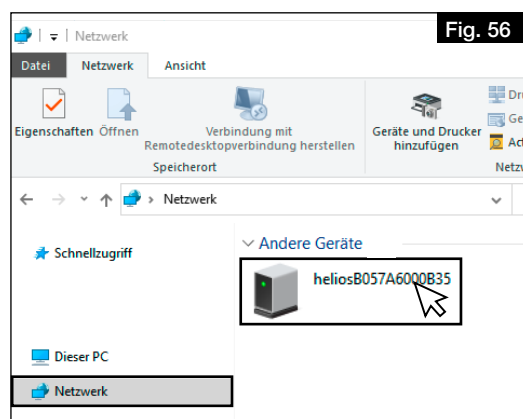

Fig. 56
2. Ouvrir le poste de travail et cliquer sur Réseau, voir Fig. 56.
3. Double-cliquer sur l'appareil correspondant, voir la Fig. 56.